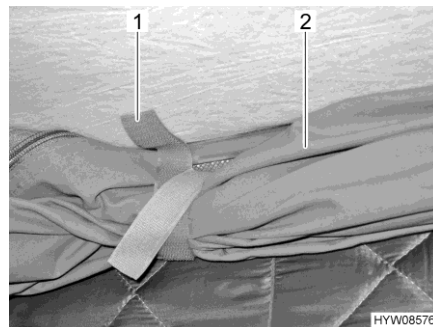

Bild 80 Hållare
- Lossa hållaren (Bild 80,1) på den upprullade tältduken (Bild 80,2).
- Rulla in tältduken (Bild 80,2) och säkra med hållarremmen (Bild 80,1).